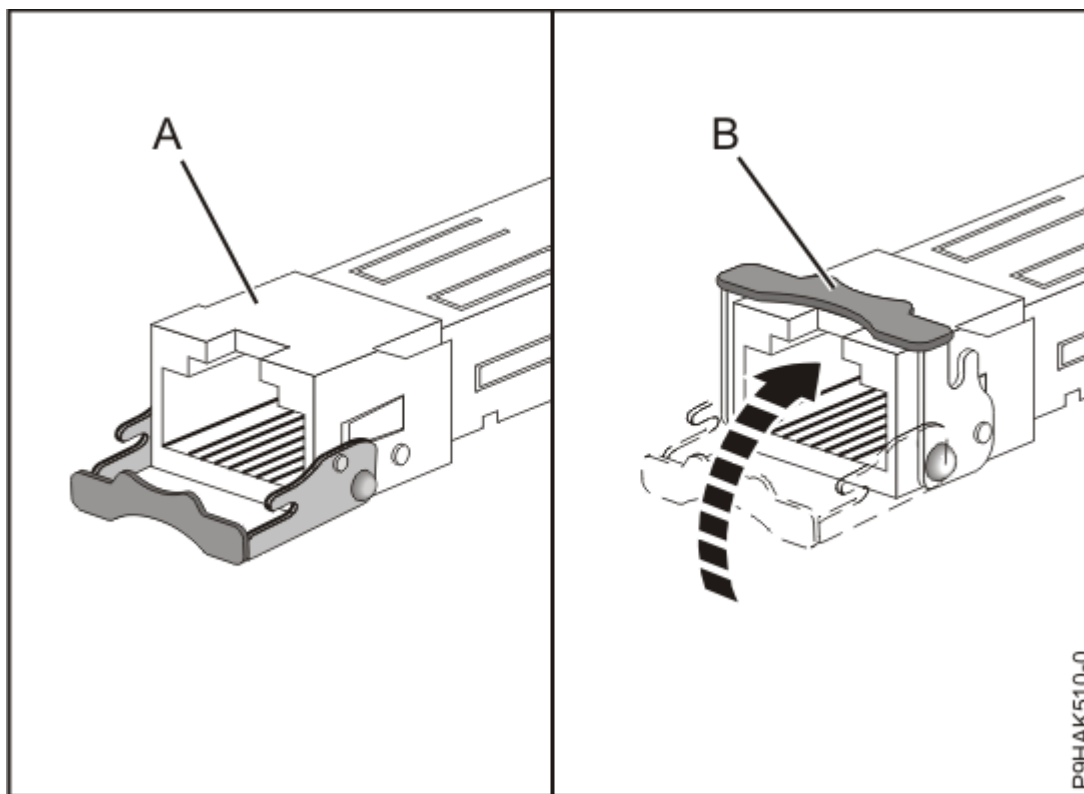

Figura 49. Sustitución de los transceptores SFP en el adaptador
- c) Con el pestillo **(B)** en la posición de abierto, empuje el pestillo girándolo hacia arriba y hacia la tarjeta, tal como se muestra en la Figura 49 en la página 75.